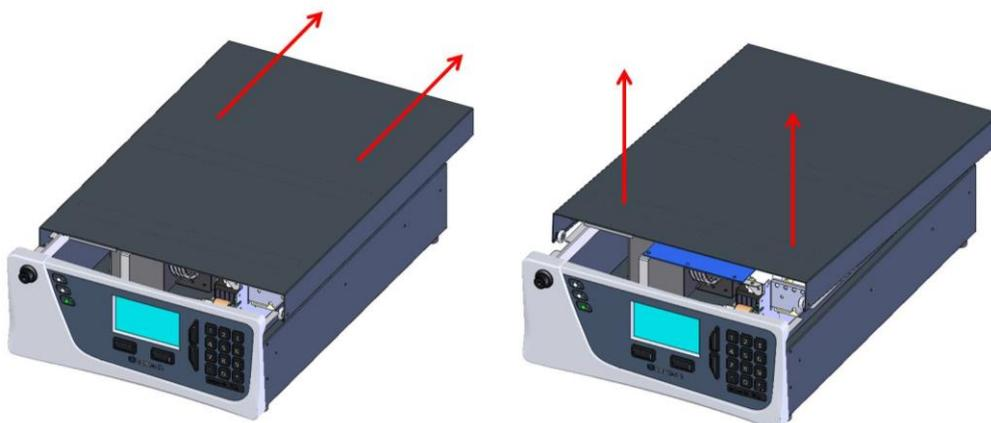

Figure 6 – Ouverture de l'instrument
3. Pour le retirer complètement, le faire glisser vers l'arrière jusqu'à ce que les rouleaux soient alignés avec les espaces de la piste et tirer le couvercle vers le haut pour le sortir de l'instrument (voir Figure 6).